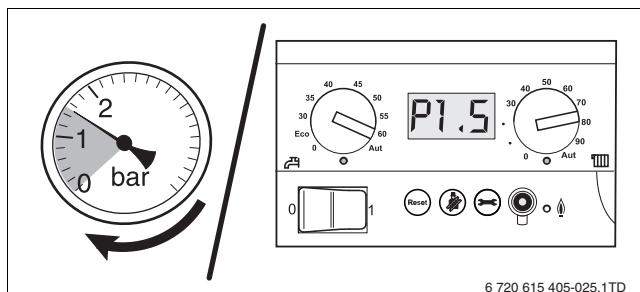

Fig. 46 Indicação de pressão analógica/digital
- ▶ Abrir a torneira de água e encher a instalação de aquecimento até 1,5 bar. Ter em atenção então a indicação da pressão (→ fig. 46) para o circuito de aquecimento. A pressão máxima na instalação de aquecimento, medida directamente na caldeira mural de condensação a gás, não pode exceder os 2,5 bar.